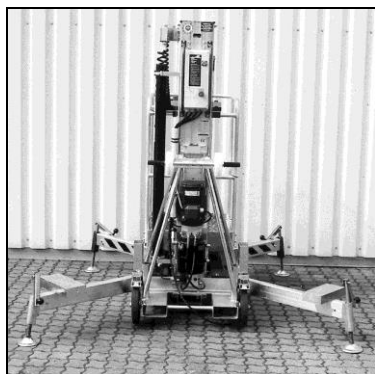

Bild 10
- b) Bei Arbeiten an der Wand: Einsatz mit unterschiedlicher Auslegerlänge (Bild 10).